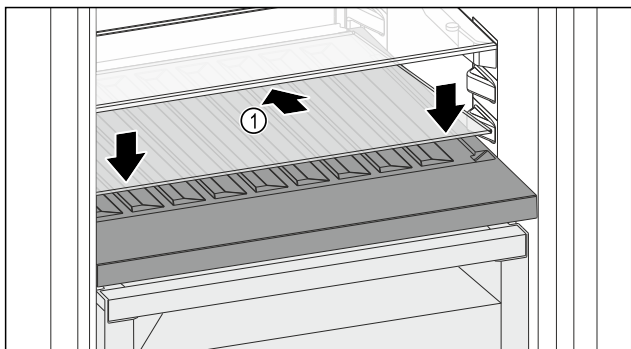

Fig. 158
- ▶ Helyezze be ferdén, hátul lefelé döntve az üveglapot Fig. 158 (1).
- ▶ Engedje le az üveglap Fig. 158 (1) elejét.